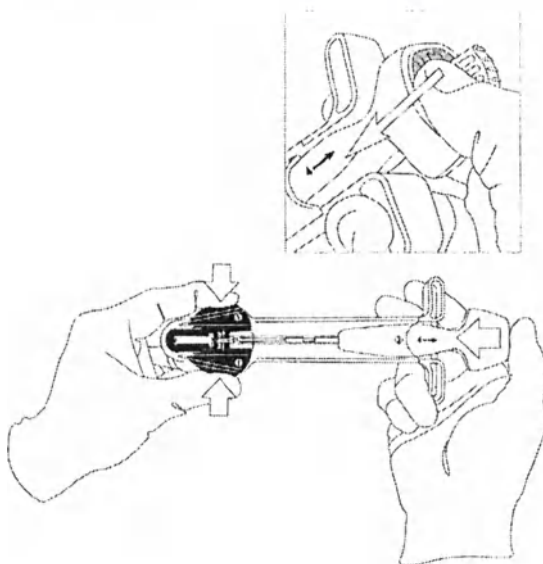

Рисунок 7.
- 3.2. Продолжая удерживать синие зажимы, медленно продвинуть устройство доставки, надавливая с умеренной силой на верхнюю часть, синюю зону, устройства доставки, пока в соответствующем окошке полностью не появится визуальный ориентир в виде цифры ② (рисунок 7). Во время этого этапа необходимо избегать надавливания на белый поршень.